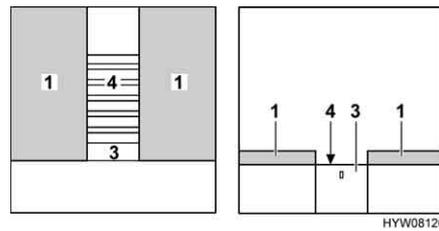

Fig. 88 Durante la transformación
- Extraer completamente el somier (Fig. 88,4). Para esto, tirar del dispositivo de extracción (Fig. 88,3).